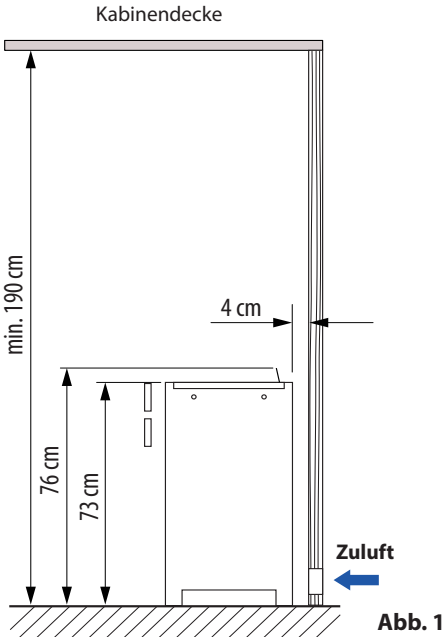

Abb. 1
- Die Mindesthöhe der Saunakabine muss innen **1,90 m** betragen. (Abb. 1)
- Füllen Sie den Ofen noch nicht mit Saunasteinen solange er nicht auf seiner endgültigen Position steht. Beachten Sie die Mindestabstände (siehe Abb. 1 und 2).